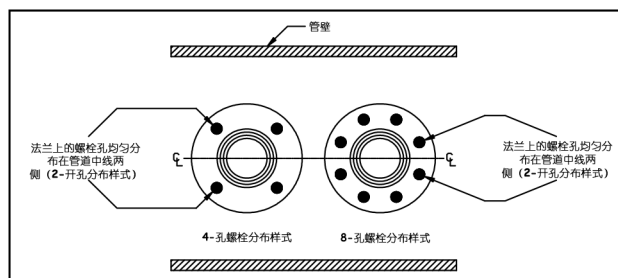

图 4: 法兰方向
- 注意图 4 所示的法兰方向。法兰上的螺栓孔应均匀分布在管道中线两侧（2-开孔样式）。对于 V510 型，将对面一端的反向支撑座套在探头顶端上，然后使用点焊将其固定到位。